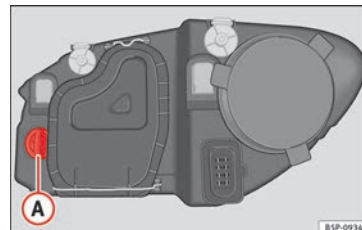

Fig. 177 Lâmpada das luzes indicadoras de mudança de direção.
- Rode o porta-lâmpadas » **Fig. 177 A** para a esquerda e puxe.